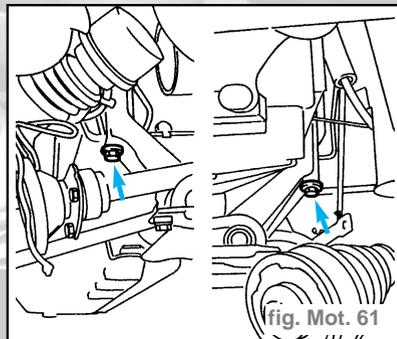

fig. Mot. 61
- Dévisser les vis de fixation latérale de la traverse AV à la coque (fig. Mot. 61).